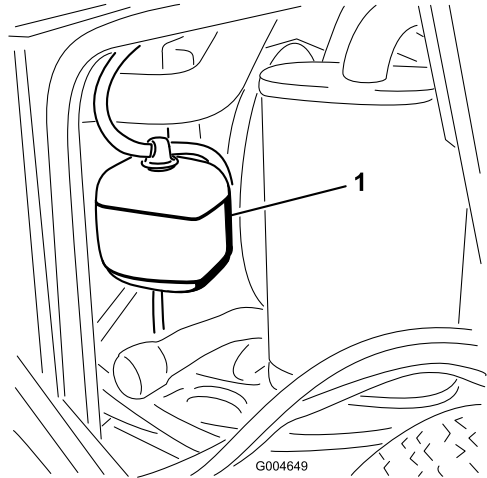

図 53
1. 液量の点検は補助タンクで行う(図 53)。タンク側面についている2本のマークの間であれば適正である。